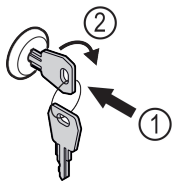

Fig. 123
- ▶ Introduceți cheia prin apăsare. Fig. 123 (1)
- ▶ Rotiți cheia cu 90° în sensul acelor de ceasornic. Fig. 123 (2)